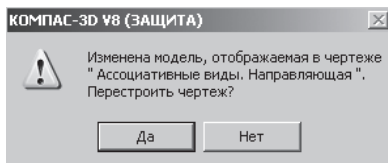

Рис. 316
- Активизируйте окно документа **Ассоциативные виды. Направляющая**. По запросу системы: «**Перестроить чертеж?**» Подтвердите – **Да** (рис. 316).